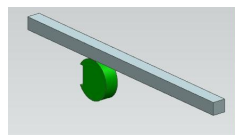

Рис.98
- Рассмотрим этот тип кинематической связи на простом примере (рис.98). Как видите, здесь также элементы зубчатого механизма изображены достаточно условно.
- Попробуйте самостоятельно выполнить пример, представленный на рис.98.